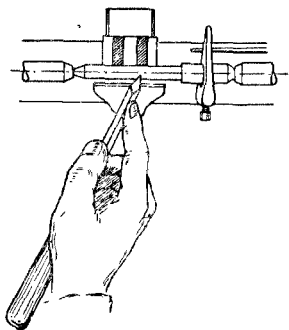

Рис. 23. Точіння з підручником.
**Правила точіння.** Різец притискується до підручника вказівним пальцем і, підтримуваний з лівого боку великим пальцем, а з правого — рештою, ледве торкається вістрям обточуваної деталі (рис. 23).